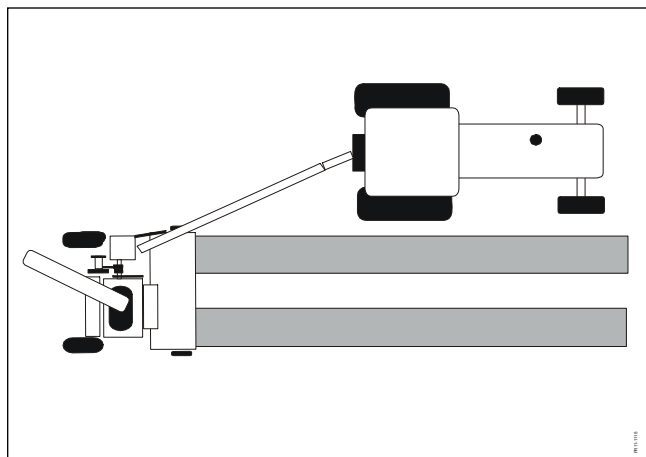

Рис. 5-7
- Рис.5-7** 1) Кормоуборочный комбайн подбирает скошенную массу сбоку и позади трактора. Можно подбирать один или двойной валок. Грузовик должен двигаться справа от кормоуборочного комбайна.